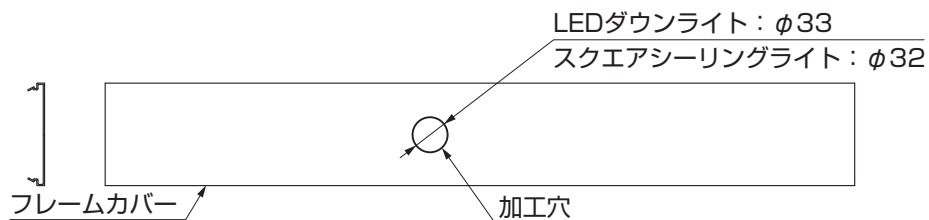

図1-5
①フレームカバーを図1-5を参照してφ33またはφ32の穴をあけてください。